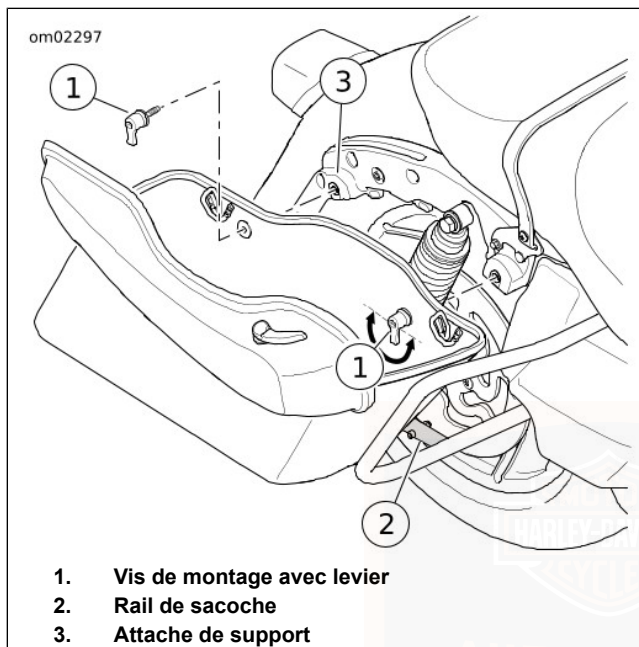

Figure 57. Dépose/installation des sacs
2. Voir Figure 57 . Tourner les leviers de vis de montage dans le sens antihoraire afin de déposer les vis de montage du support de fixation.
1. Voir Figure 57 . Positionner soigneusement la sacoche dans son rail. Aligner les œillets de montage avec le support de fixation.